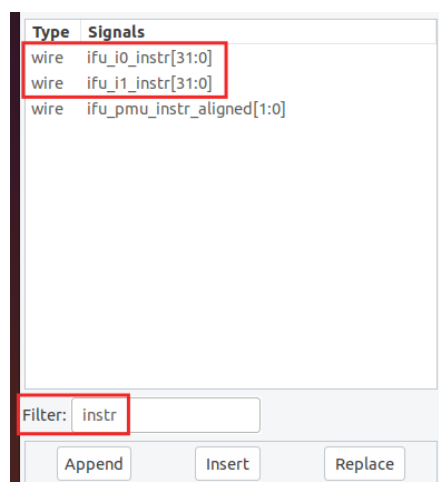

图86. 将信号`if_u_i0_instr[31:0]`和`if_u_i1_instr[31:0]`添加到时序波形
10. 现在添加信号，这些信号显示在双路超标量RISC-V内核中每一路执行的指令。在同一模块（`if_u`）中查找信号`if_u_i0_instr[31:0]`和`if_u_i1_instr[31:0]`（图86），然后将这些信号拖到黑色“Waves”（波形）窗格中。前缀`if_u`表示取指单元，`i0`表示超标量通路0，`i1`表示超标量通路1；`instr[31:0]`表示32位指令。